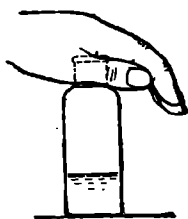

Рис. 187. Растворимость углекислого газа в воде.
■ **Опыт 2.** Наполните баночку углекислым газом. Влейте в нее до $\frac{1}{3}$ воды и, плотно закрыв ладонью (рис. 187), сильно взболтайте.